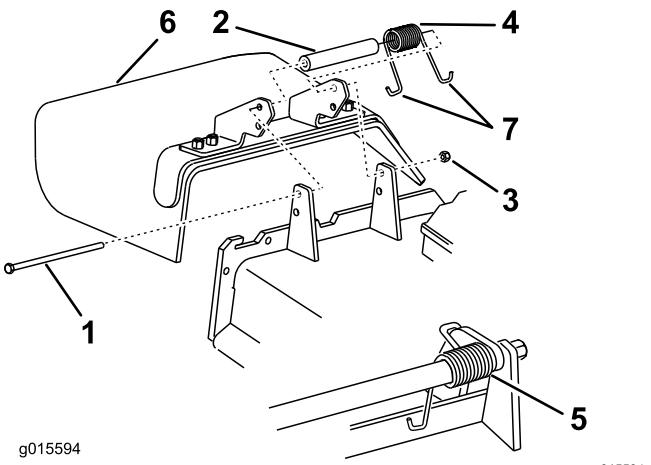

Figura 93
1. Togliete il dado di bloccaggio, il bullone, la molla e il distanziale che fissano il deflettore alle staffe orientabili del tosaerba (Figura 93).
Nota: Verificate che un'estremità a gancio **J** della molla si trovi dietro il bordo del piatto di taglio prima di montare il bullone, come illustrato nella Figura 93.
6. Infilate l'estremità a gancio **J** della molla attorno al deflettore dello sfalcio (Figura 93).